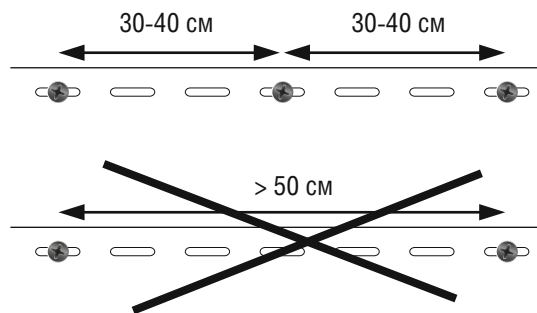

рис. 6
1. На обрешеченную поверхность устанавливается стартовая планка по заранее выставленному уровню. Ее крепление производится саморезами через каждые 30-40 см (рис. 6).